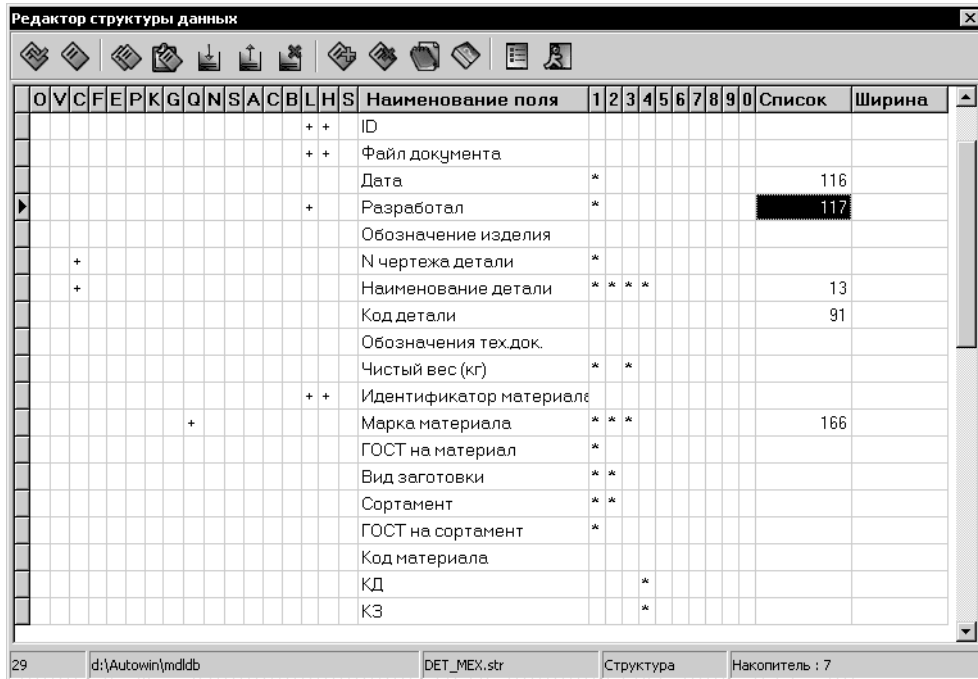

Рис. 3.24. Подключение справочных баз данных
3. В поле **Номер списка** определенного поля ввести номер базы данных (рис. 3.24), из которой в данное поле будет копироваться информация (номер базы данных задается в каталоге БД).